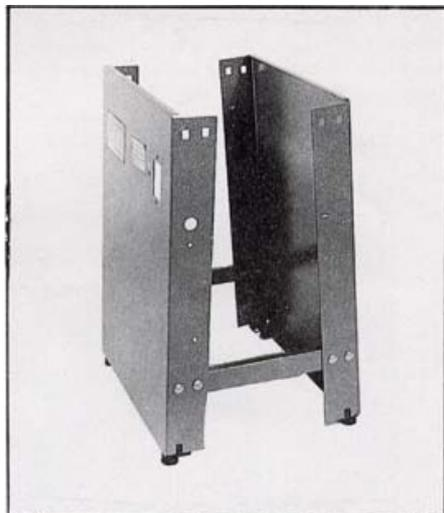

Fig.3
1. Når du begynner å montere benstativet, monteres de to stativene (D) og de to konsollene (E) sammen, som vist i fig. 3. Skruer og muttere følger med i pakken. Ikke stram skruene først, men stram dem etter fullført montering.
2. Når du er ferdig med fig.3, fortsett til fig.4 og sett dekslet (F) på stativet og stram til alle skruene.